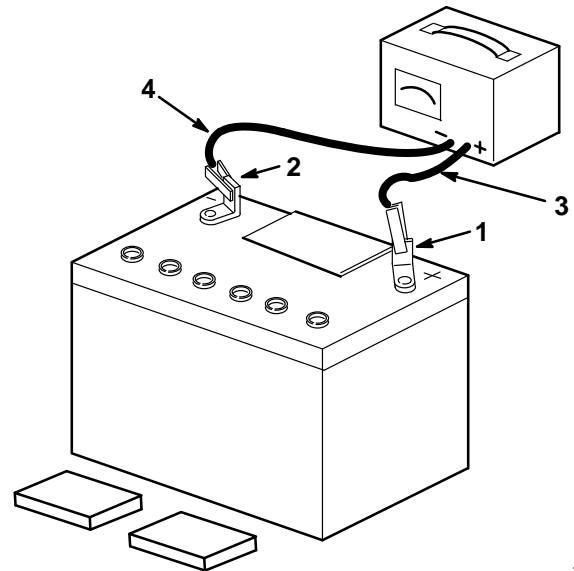

Abbildung 5
3. Die Deckel abgenommen lassen und ein 3 bis 4 A-Batterieladegerät an die Batterieklemmen anschließen (Abb. 5). Die Batterie 4 Stunden lang bei 4 A oder weniger laden (12 Volt).
4. Wenn die Batterie voll geladen ist, das Ladegerät von der Steckdose und dann von der negativen und positiven Batterieklemme lösen (Abb. 5).